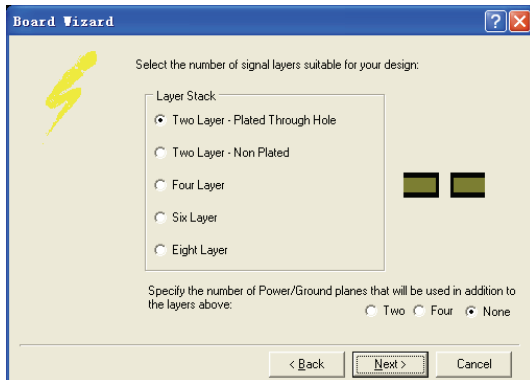

图 6-19 设置信号层的数量和类型
5) 单击“Next”按钮后，系统弹出如图 6-19 所示的对话框，此时可以设置信号层的数量和类型，同时还可以选择内部电源层，这里只提供了 2 和 4 层内部电源层的设置，如果需要增加内部电源层，可以进入 PCB 设计管理器后，使用层管理器来添加内部电源层。